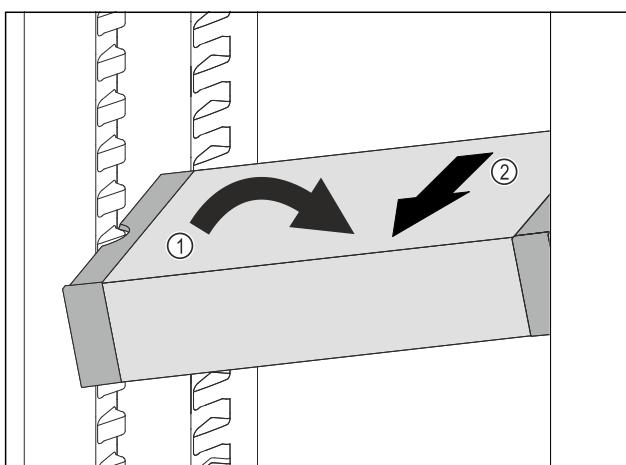

Fig. 73
- Predal VarioSafe postavite v hladilniku postrani. Fig. 73 (1)
- Predal VarioSafe izvlecite v smeri naprej. Fig. 73 (2)